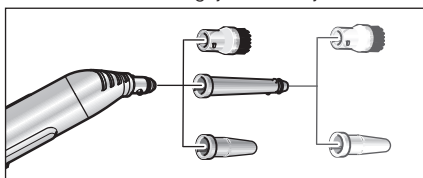

Fig. 6: Accesorios adicionales para la boquilla de chorro concentrado
- Con el fin de aumentar el rendimiento de limpieza al trabajar con la boquilla de chorro concentrado (D1), puede utilizarla junto con el tubo de prolongación (D2), el cepillo circular (D3) o la boquilla para aumentar la velocidad de salida del vapor (D4) (véase la fig. 6). Para ello, coloque las entalladuras del accesorio adicional sobre los salientes de la boquilla de chorro concentrado. Gire el accesorio adicional hasta el tope en el sentido de las agujas del reloj.